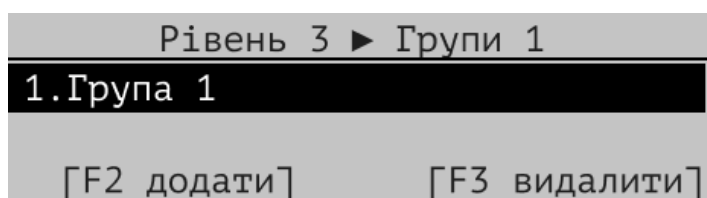

Рисунок 10.4.1 – Список груп в СПСА
10.4.1.3 При виборі розділу меню **[Групи]** на дисплей виводиться список груп, як показано на Рис. 10.4.1.
10.4.2.1 Для створення нової групи потрібно в розділі меню «Групи» (Рис. 10.4.1) натиснути кнопку **[F2]**. Відкриється вікно, в якому можна змінити назву або залишити назву за замовчуванням (Група N, де N – інкрементований номер групи) та зберегти групу, після чого вона з'явиться у відповідному списку.